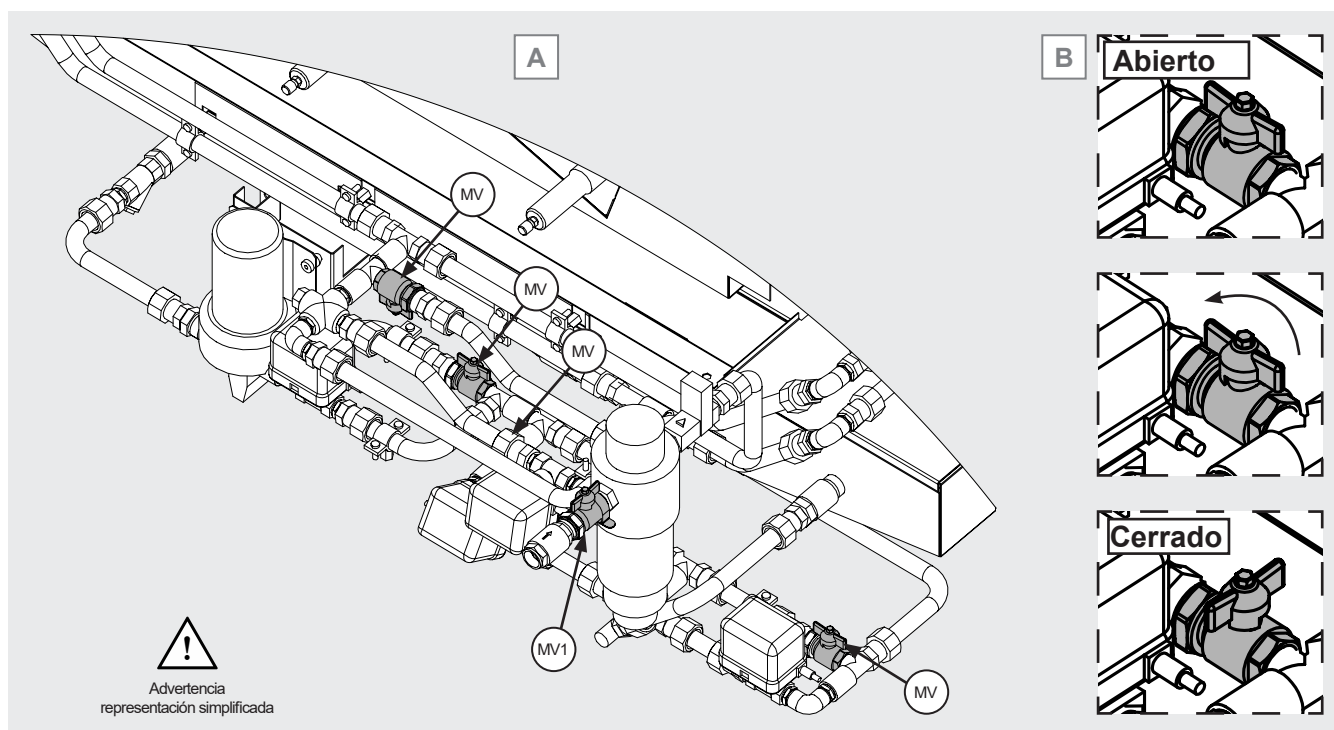

Figura 16
- 10.14 Válvula manual (MV1) de entrada de agua abierta, resto de válvulas manuales (MV) cerradas, véase la Figura 16 B.